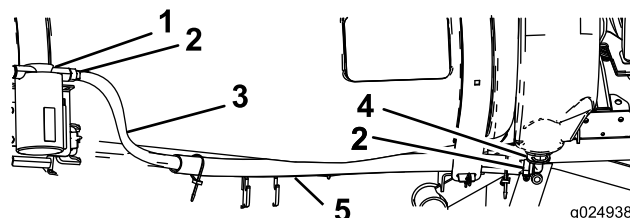

Figura 32
1. Enrute la manguera del depósito de enjuague entre el fleje delantero y el lateral del depósito (Figura 32).
2. Sujete el extremo de la manguera al conector de manguera inferior de la bomba de enjuague con una abrazadera (Figura 32).